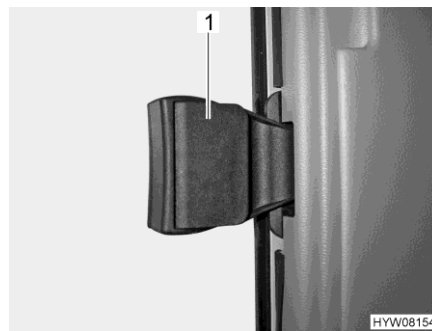

Fig. 62 Fenêtre côté passager
- Ouvrir la poignée (Fig. 62,1).